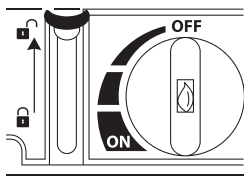

Рис. 1
2. Убедитесь, что ручка розжига находится в положении «OFF/Выкл» (Рис. 1), а рычаг фиксации баллона в положении «/Освободить» (Рис. 1). Если ручка розжига не находится в крайнем верхнем положении («OFF/Выкл»), баллон невозможно будет установить в положение «/Зафиксировать».